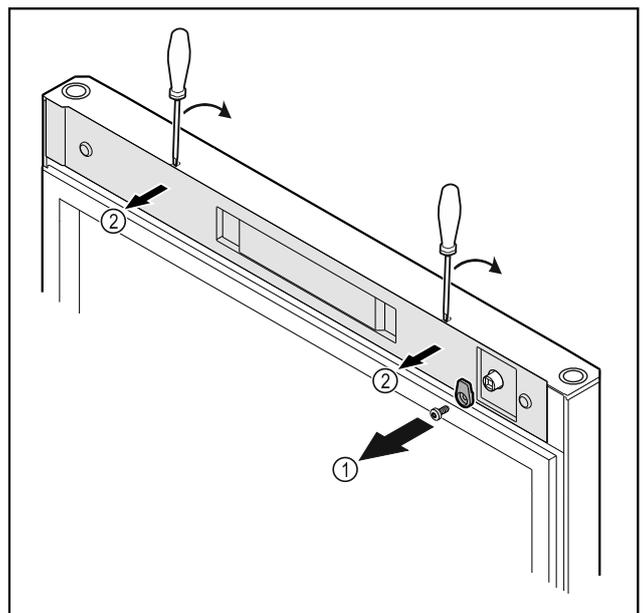

Fig. 10
- ▶ Schließhaken Fig. 10 (1) abschrauben.
- ▶ Abdeckung Fig. 10 (1) mit einem kleinen Schraubendreher austrasten und abnehmen.